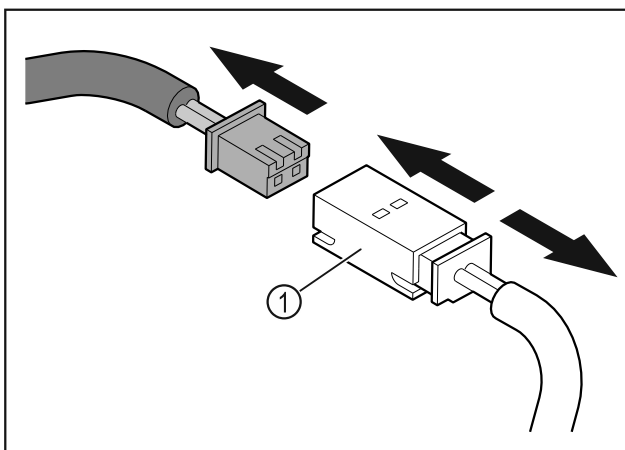

Fig. 10
- ▶ Stecker und Steckerkupplung Fig. 10 (1) ausstecken.